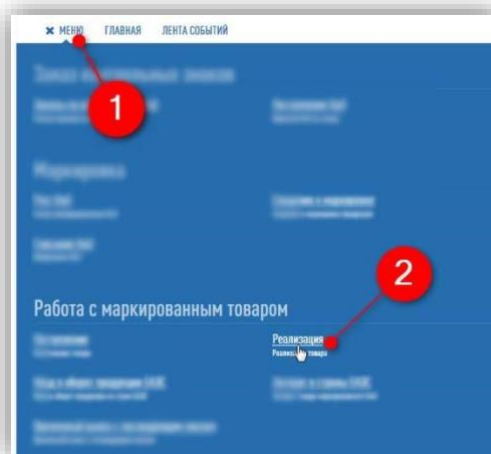

Рисунок 173 – Меню – Реализация
- Выберите пункт «Меню – Работа с маркированным товаром – Реализация» (рис. 173).